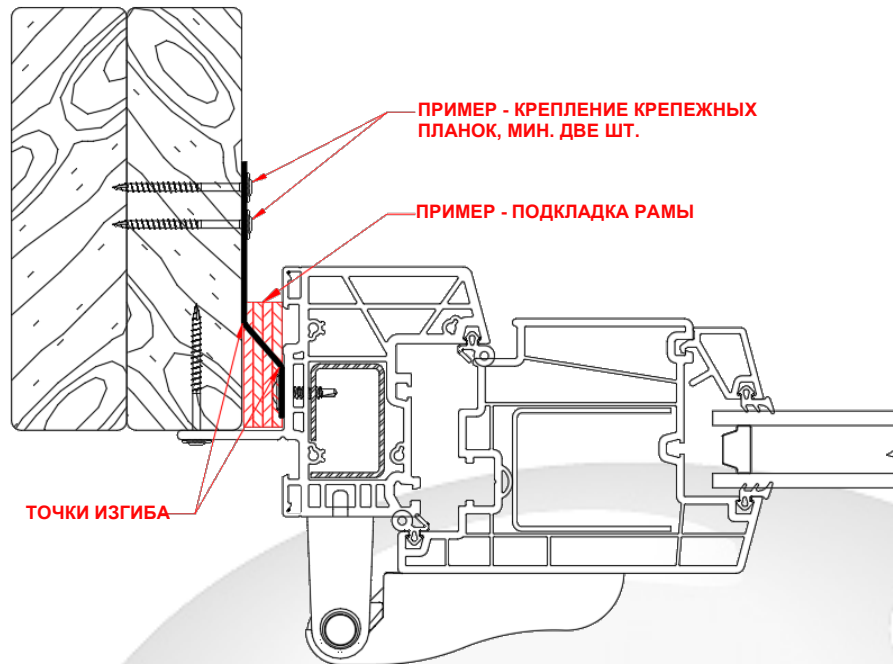

Рис. 18: Боковой косяк: пример правильно укрепленной подкладками и закрепленной двери с крепежным бортиком и стальной планкой
- VIII) Если двери с крепежным бортиком и планкой правильно укреплены подкладками и закреплены, то рама не будет поддаваться крену и уплотнение не будет сжиматься ненадлежащим образом. (См. рис. 18)